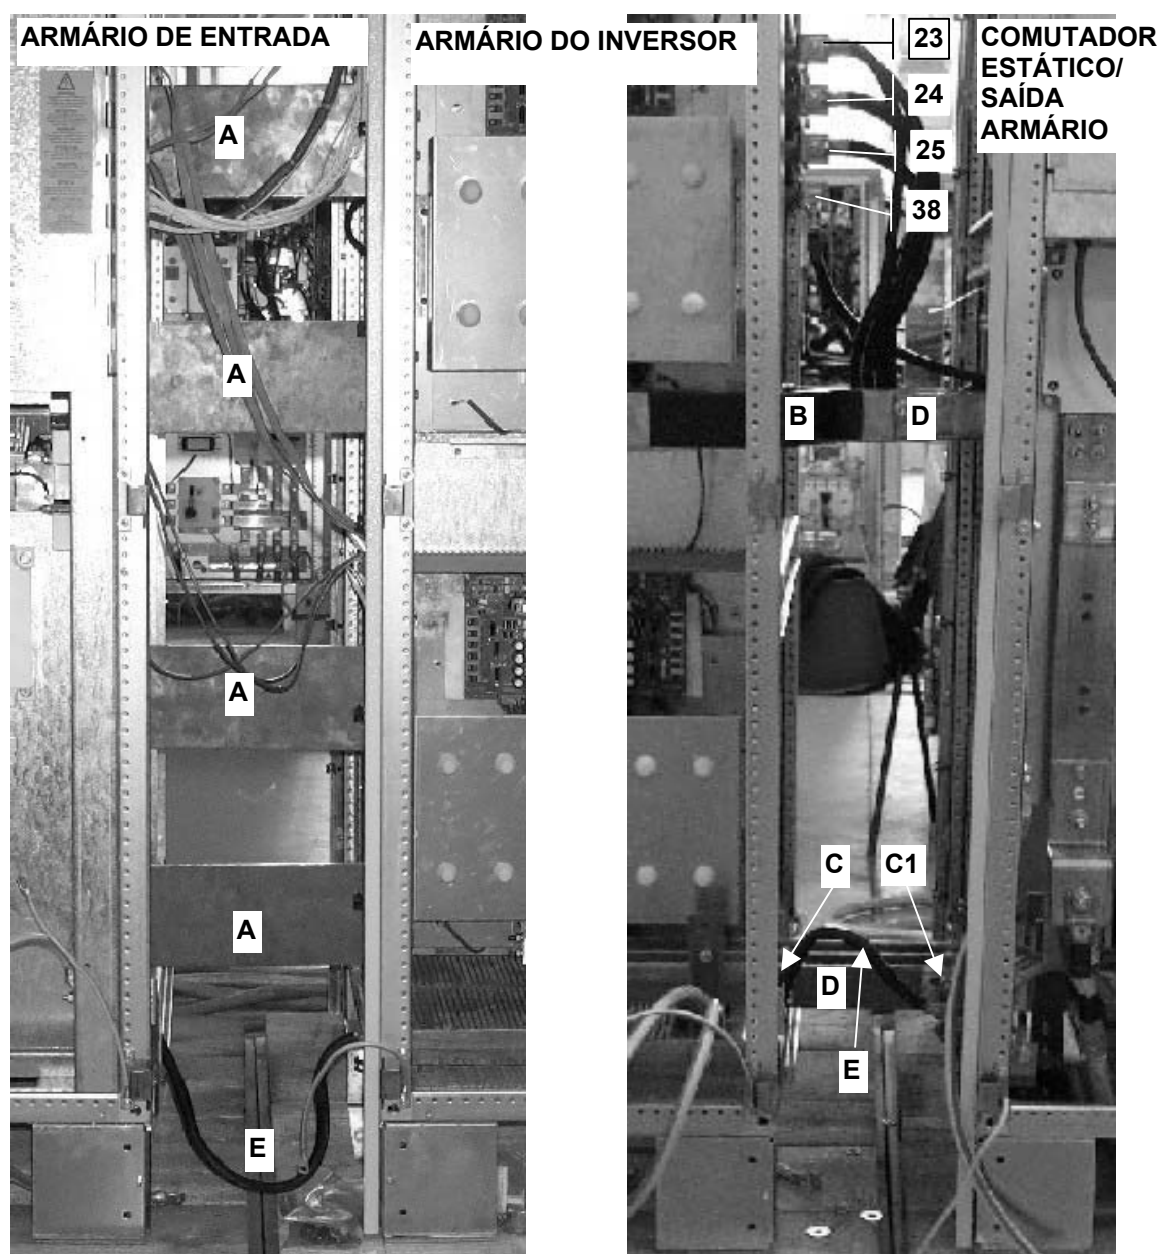

Fig. 28 – Interligações de alimentação entre os armários para 600kVA
Ligar as saídas positiva (10) e negativa do armário de Entrada da secção do Rectificador às ligações de entrada correspondentes do armário do Inversor, utilizando as 4 barras colectoras (fornecidas). Considerar que as 4 barras colectoras marcadas com “A”, ver Fig. 28 abaixo, são mais compridas das fornecidas; estas foram montadas para melhor mostrar as interligações. Geralmente, os armários devem ser instalados um perto do outro.